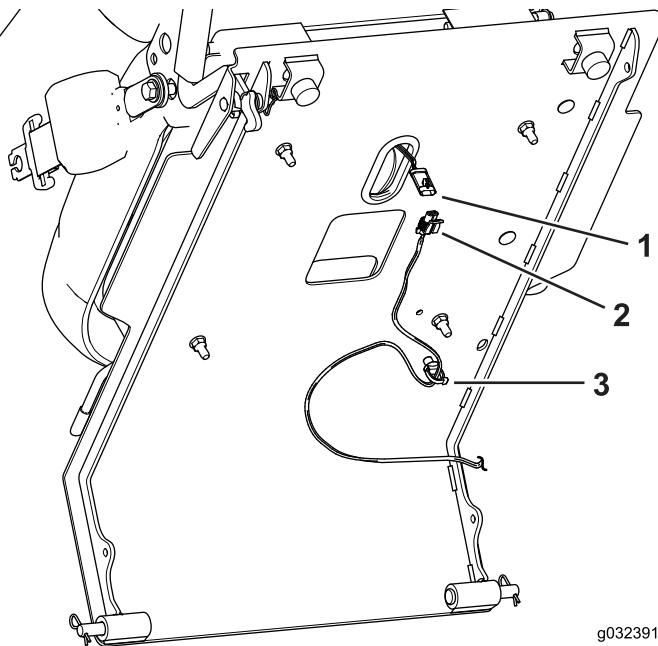

Bild 5
2. Schließen Sie den Sitzschalter an der Unterseite der Sitzplatte vom Kabelbaum ab (Bild 5).
3. Nehmen Sie den Kabelclip von der Unterseite der Sitzplatte ab (Bild 5).